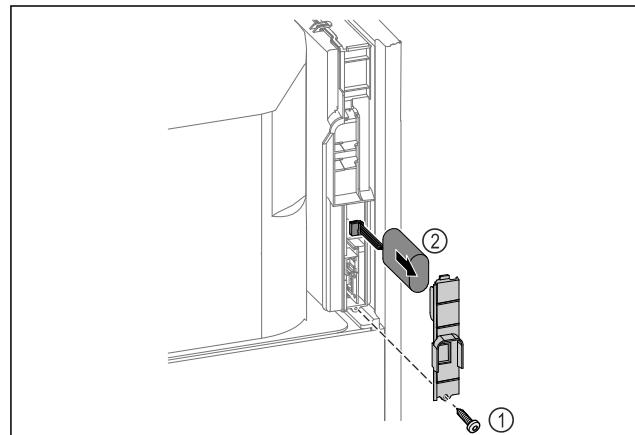

Fig. 222
- Schraube herausdrehen und Abdeckung auf der Rückseite des Gerätes entfernen Fig. 222 (1).
- Batterie abstecken und herausnehmen Fig. 222 (2).